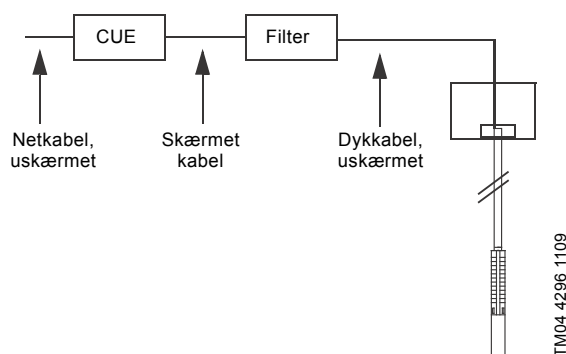

Fig. 23 Eksempel på installation på EMC-ufølsomme steder
- Installation på EMC-ufølsomme steder. Se fig. 23.